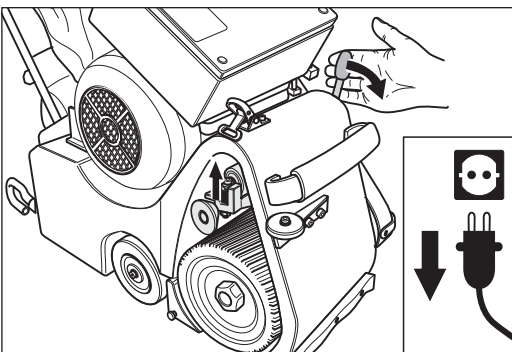

Abb. 69 Den Bedienungshebel des Aggregats nach unten drücken. Dadurch wird die Spannwalze angehoben.
- 6 Wenn Sie die Spannwalze des Aggregats ausbauen möchten (→ *Abschnitt 7.7, Austausch der Spannwalze*), drücken Sie den Bedienungshebel des Aggregats wieder nach unten (Abb. 69). Dadurch wird die Spannwalze angehoben und der spätere Ausbau wird einfacher.